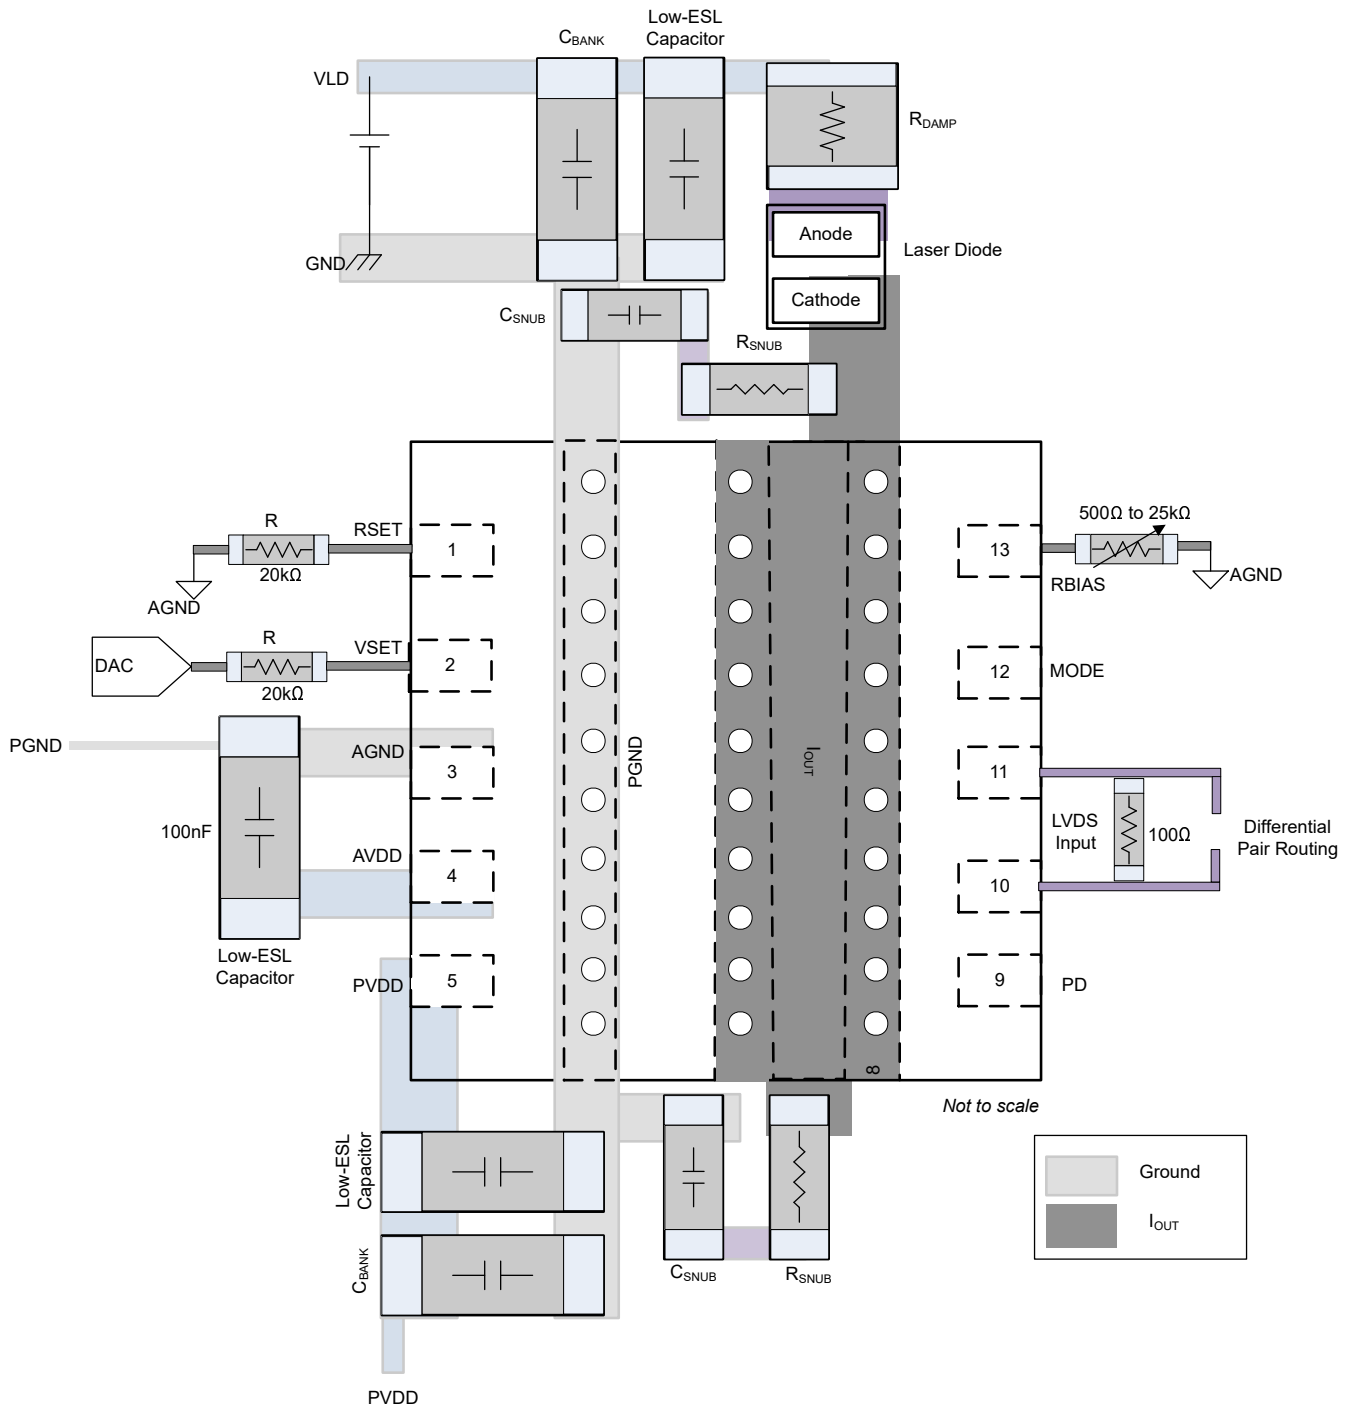
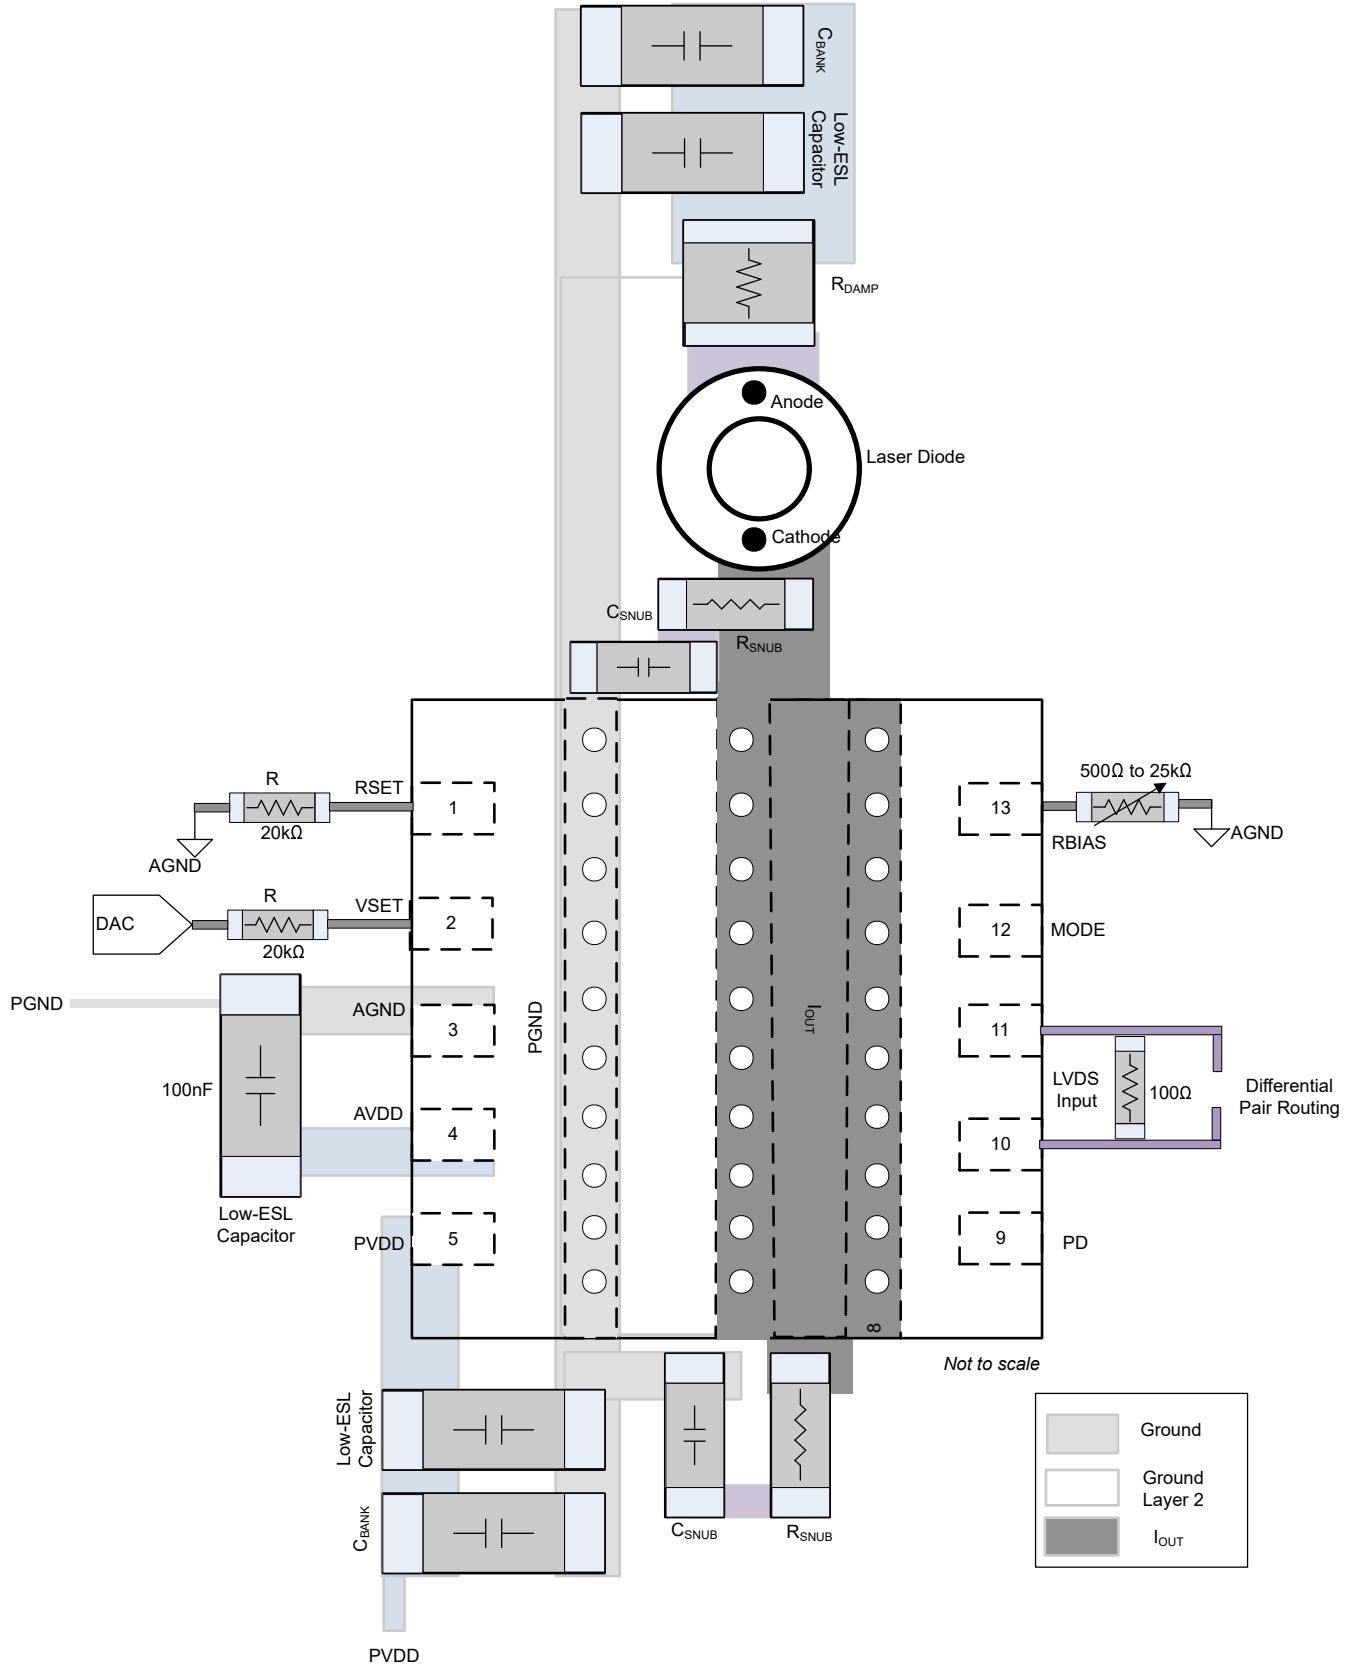

图 7-6. 布局示例 - SMD 封装
图 7-7. 布局示例 - TO220 封装
对 R_{SNUB} 进行微调，从而在上升时间和过冲之间实现正确的平衡。在 I_{OUT} 两侧添加缓冲器 (请参阅图 7-6 和图 7-7)，使缓冲器最有效。
- 在无法最小化环路的情况下，将 VLD C_{BANK} 的 *to* 和 *return* 部分的线路布置到彼此之上。此布线通过使用 PCB 的顶层和第二层沿相反方向承载电流来实现。这种布局技术可以减少共源电感（另请参阅图 7-7）。